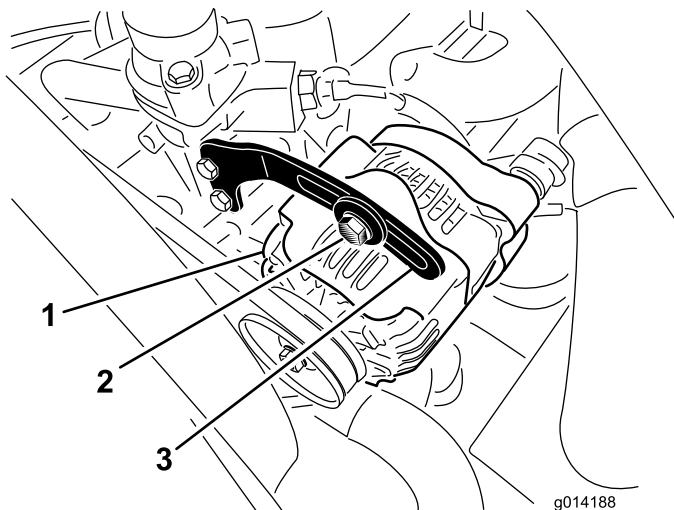

Figure 37
2. Contrôlez la tension de la courroie d'alternateur (Figure 37) en exerçant une force de 10 kg à mi-distance entre les poulies d'alternateur et de vilebrequin.
3. Desserrez le boulon qui fixe le renfort à l'alternateur (Figure 37), et le boulon de pivot d'alternateur.